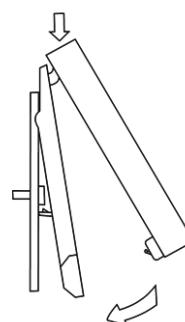

Fig. 31
- Una vez realizado la conexión, coloque el display sobre la trasera (Fig. 31)